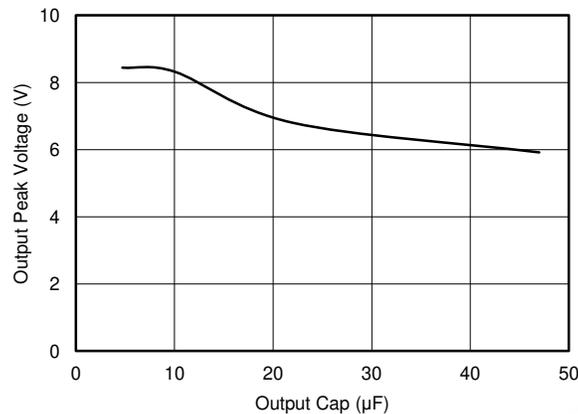

图 8-3. V_{OUT} 峰值电压与 C_{OUT} 间的关系 (V_{IN} 以 1V/ μ s 斜升速率从 5V 阶跃至 15V)
当 V_{IN} 斜升超过 7.6V 时， V_{OUT} 跟随 V_{IN} ，直到 TPS25200 在 $t_{(OVLO_off_delay)}$ 之后关断内部 MOSFET。 $t_{(OVLO_off_delay)}$ 在很大程度上取决于 V_{IN} 斜升速率，因此 V_{OUT} 会遇到某个峰值电压。增大输出电容可以降低输出峰值电压，如图 8-3 所示。
- 对于输出电容，请参阅 图 8-3，建议使用低 ESR 陶瓷电容器。